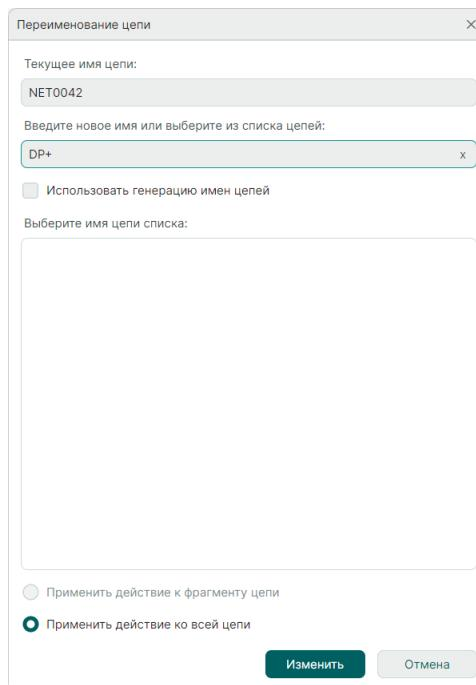

Рис. 132 Переименование первой цепи для создания диффпары
3. В окне «Переименование цепи» в поле «Введите новое имя или выберите из списка цепей» введите имя с суффиксом «**_P**» или «**_R**» (сохраненные в системе в окне «Панель управления» суффиксы для формирования диффпары) в конце имени, см. Рис. 132.